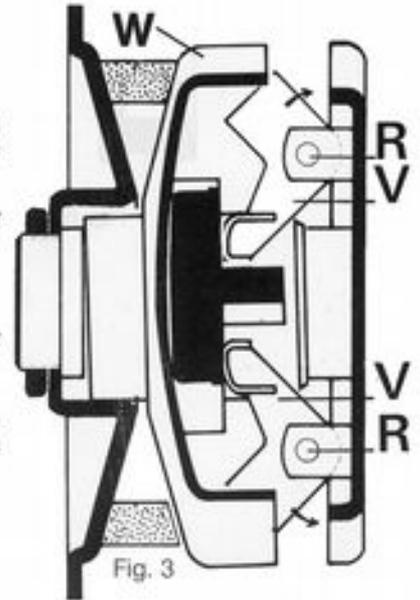

Fig. 3
(*figure 3*). Quand la vitesse augmente, l'action de la force centrifuge, se fait sentir, et agit sur les masselottes (V) qui pivotent autour de leurs axes (R) et déplacent ainsi le flasque mobile (W), obligeant la courroie à monter vers la périphérie de la poulie motrice, dans une position d'équilibre entre la résistance à l'avancement et la puissance du moteur.